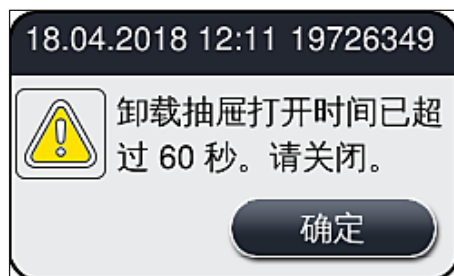

图 77
- 如果卸载抽屉的打开时间超过 60 秒, 用户将收到一条信息消息 (→ 图 77)。